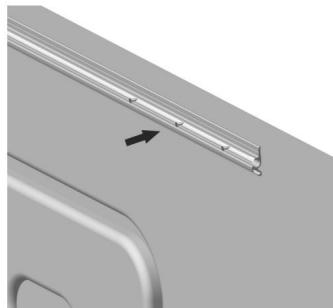
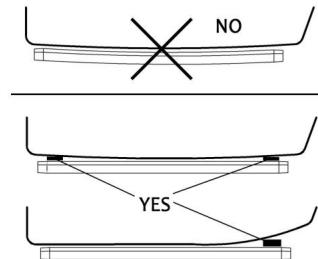

Abbildung C4
Abbildung C5
3.1 Nehmen Sie die Stoffschiene heraus und befestigen Sie sie mit den Schrauben B an der Außenseite der Fahrzeugkarosserie (Abbildung C4). Die Stoffschiene sollte waagerecht installiert werden. Wenn dies nicht der Fall ist, sollte sie waagerecht ausgerichtet werden (der Polsterblock sollte bereitgestellt werden) (Abbildung C5). Wenn die Fahrzeugkarosserie mit einem Stoffeinführschlitz vorinstalliert ist, kann dieser Schritt ausgelassen und der Stoff Schiene muss nicht verwendet werden.